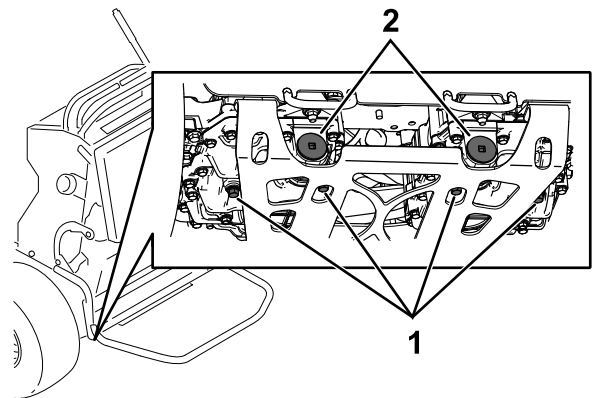

Bild 85
- Stellen Sie eine Auffangwanne unter die Ablassschraube an der Unterseite jedes Getriebes (Bild 85).